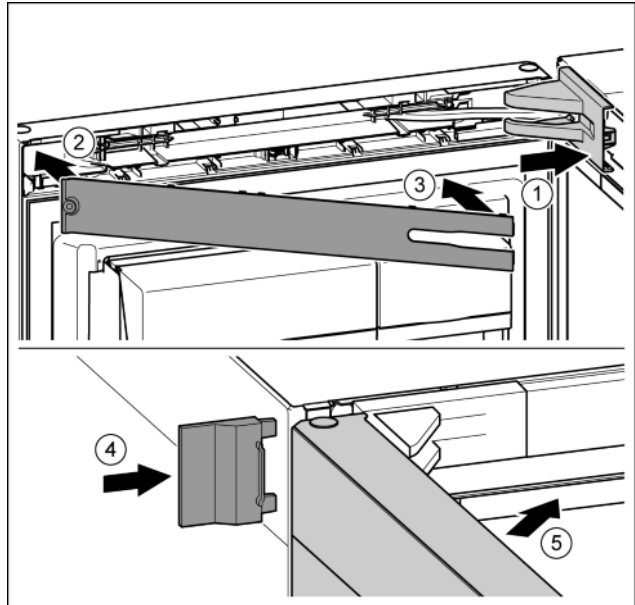

Fig. 41
- Lagerbockabdeckung aufsetzen und einrasten, ggf. vorsichtig auseinanderdrücken. Fig. 41 (1)
- Blende aufsetzen. Fig. 41 (2)
- Blende einschwenken und einrasten. Fig. 41 (3)
- Äußere Abdeckung aufschieben. Fig. 41 (4)
- Obere Tür schließen. Fig. 41 (5)